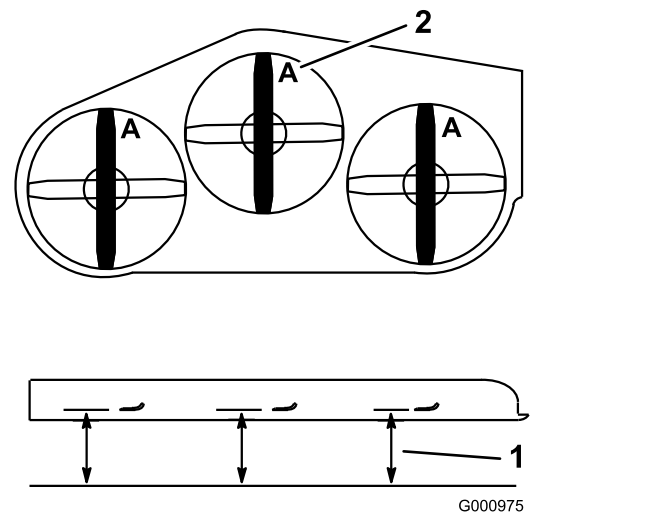

Figure 85
4. Au point A, mesurez l'écart entre la surface plane et le bord coupant de la pointe des lames (Figure 85).